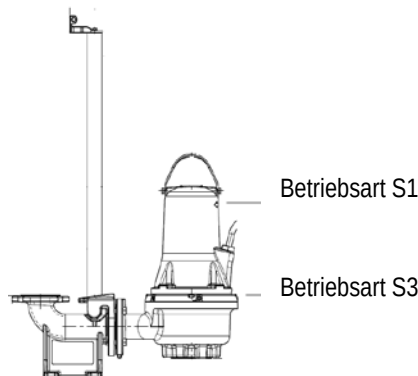

Abb. 2 Ausschalt-niveaus
- **Betriebsart S1.** Die Pumpe muss immer bis zur Motoroberkante in das Fördermedium eingetaucht sein. Siehe Abb. 2.
- **Betriebsart S3** (Aussetzbetrieb), die Pumpe muss stets bis zum oberen Teil des Pumpenkörpers von der gepumpten Flüssigkeit bedeckt sein. Siehe Abb. 2 (nur für nicht explosionsgeschützten Versionen).